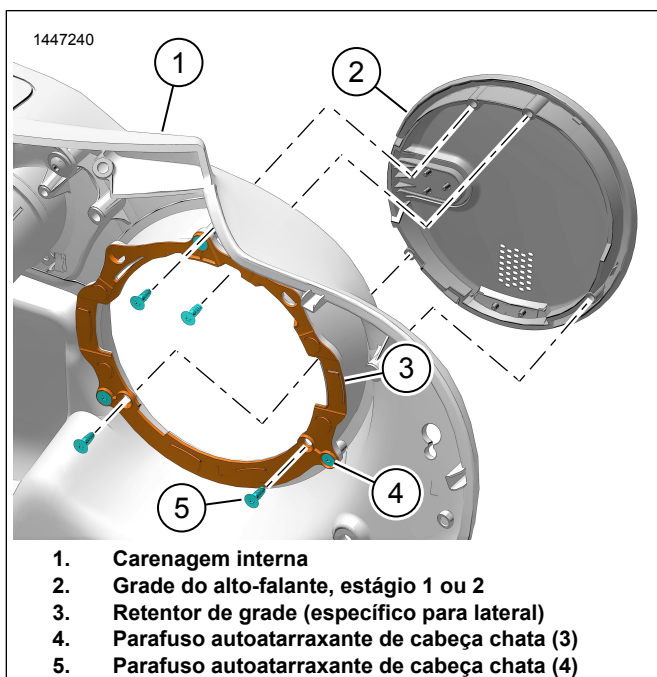

Figura 2. Conjunto da grade do alto-falante
1. Veja a figura 2. Instale o retentor da grade na carenagem interna.
- a. Instale o retentor da grade (3) na carenagem interna (1).
- b. Instale os parafusos (4). Aperte.
2. Veja a figura 2. Instale a grade do alto-falante na carenagem interna.
- a. Instale a grade do alto-falante (2) na carenagem interna (1).
- b. Instale os parafusos (5). Aperte.